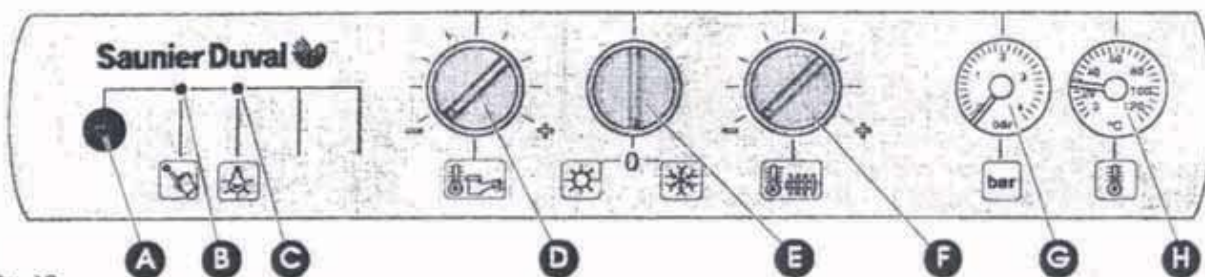

Fig. 10
- Mettre le sélecteur **E** fig. 10 sur **0**
- Appuyer sur le bouton de réarmement **A** fig. 10
- Positionner le sélecteur **E** fig. 10 sur ☀ ou ❄